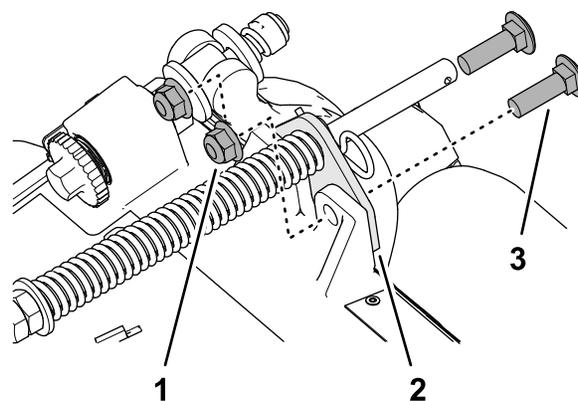

Figura 8
2. Rimuovete i 2 dadi di bloccaggio flangiati ($\frac{3}{8}$ " e i 2 bulloni a testa tonda ($\frac{3}{8}$ " x $1\frac{1}{4}$ ") che fissano la staffa di compensazione per il manto erboso al telaio dell'apparato di taglio (Figura 8).